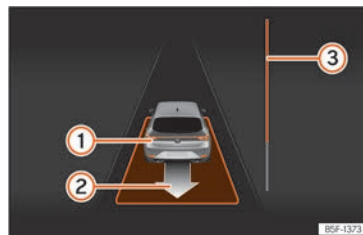

Fig. 202 Sur l'écran du combiné d'instruments : sortir d'une place de stationnement en créneau.
- Reculez jusqu'à ce que retentisse le signal continu du ParkPilot ; **OU** : reculez jusqu'à ce que l'indication de passer en marche avant apparaisse sur l'écran du combiné d'instruments. La barre de progression **»» fig. 202** **③** indique la distance à parcourir **»» page 313**.